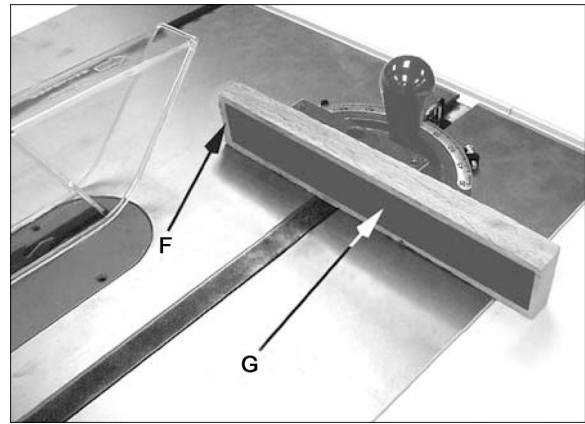

Figura 9-9
Para aumentar la efectividad del calibre de inglete en el corte transversal, algunos usuarios montan una cara de extensión de madera auxiliar (F, Figura 9-9) con una tira pegada de papel de lija (G) para ayudar a sujetar la pieza.